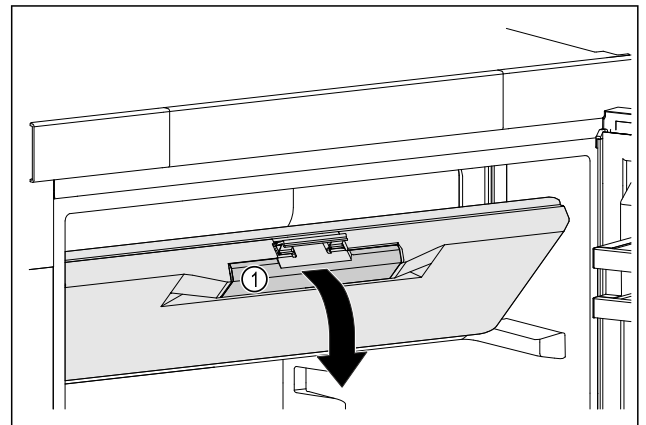

Fig. 23
- ▶ Sujete la puerta del compartimento congelador en la empuñadura empotrada Fig. 23 (1).